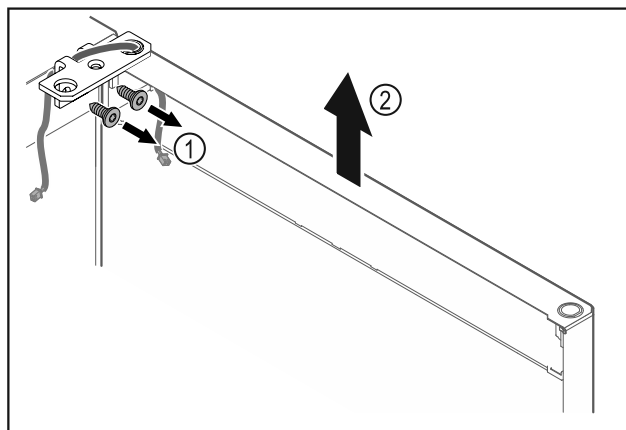

Fig. 16
- Irrota saranakulma Fig. 16 (1).
- Nosta ovea saranakulmineen Fig. 16 (2) noin 200 mm suoraan ylöspäin ja ota pois.